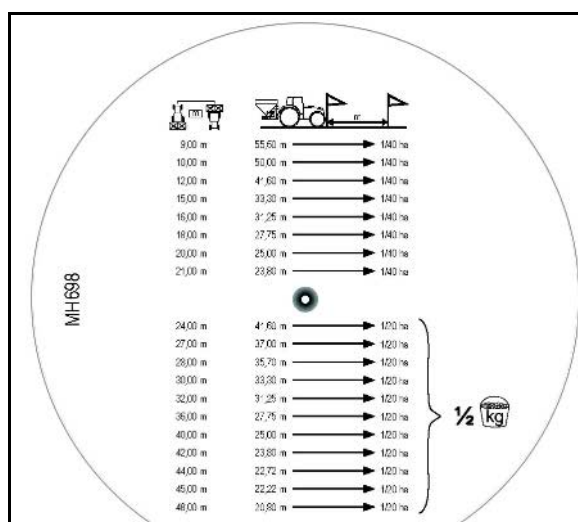

Bild 57
2. Dikesspridning enligt gödselordningen (Bild 57):